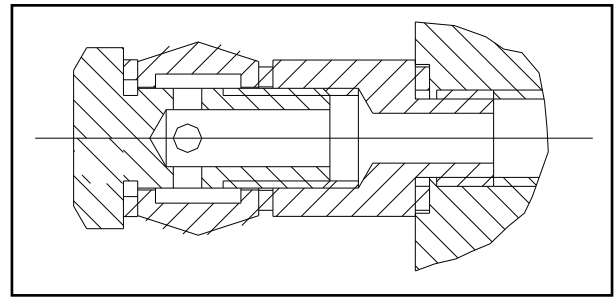

Abb. 32
- ◆ Verbinden Sie die Hydraulikeinheit mit einem flexiblen Rohr mit der Stromkreiskreuzung. (**Abb. 32**)